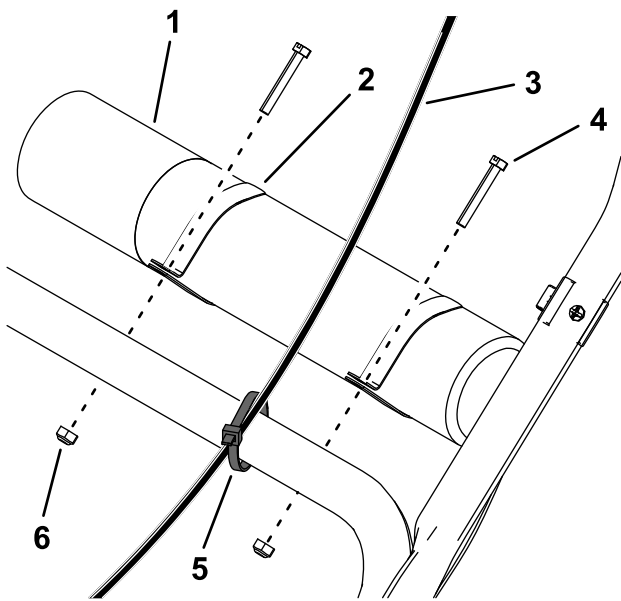

Figure 4
2. Fixez le câble d'accélérateur au-dessus de la partie inférieure du guidon à l'aide d'un serre-câble (Figure 4).
3. Glissez les colliers de fixation sur le tube de rangement du *Manuel de l'utilisateur* et fixez ce dernier sur la partie inférieure du guidon à l'aide de 2 boulons à tête fendue et 2 contre-écrous (Figure 4).